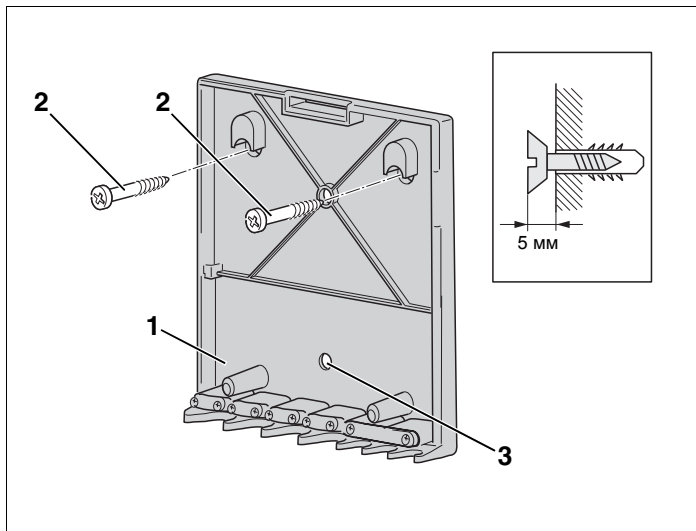

Рис. 9 Установка настенного кронштейна
- Наметить расположение отверстий для настенного кронштейна (рис. 9, **поз. 1**).
- Просверлить отверстия согласно их расположению на кронштейне (рис. 9, **поз. 1**) (Ø 6 мм).
- Вставить дюбели в отверстия и закрутить входящие в поставку винты (рис. 9, **поз. 2**) до их выступа 5 мм.
- Установить настенный кронштейн (рис. 9, **поз. 1**) и затянуть винты. Если требуется, то зафиксируйте кронштейн (рис. 9, **поз. 1**) винтом в дополнительном отверстии (рис. 9, **поз. 3**).